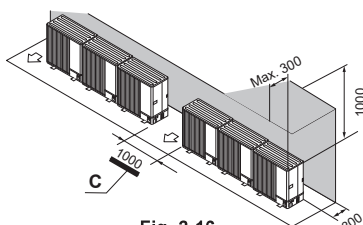

Fig. 2-16
- (2) Obstructions ou surfaces non dégagées à l'arrière et au-dessus uniquement (Fig. 2-16)
- C : Espace (Fig. 2-16)